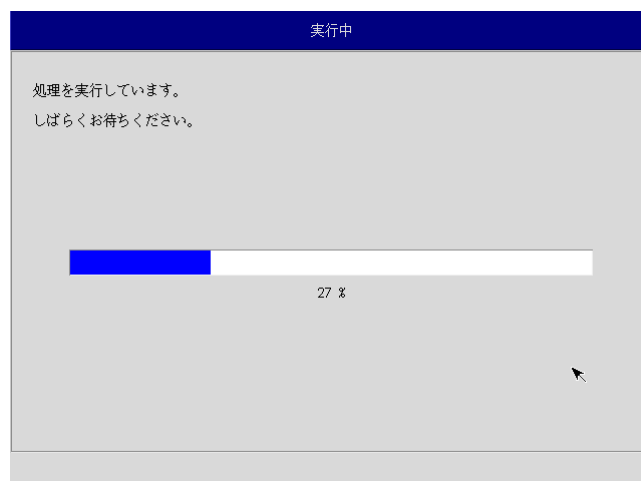

図 5-3-6. 実行中画面
- ⑨ 実行中画面（図 5-3-6）が表示され、処理が開始されます。実行中はリカバリ USB、バックアップ USB を外さないでください。また、電源を落とさないようにしてください。